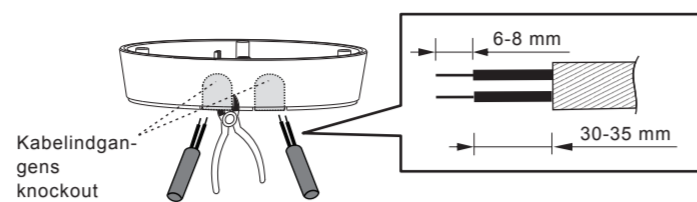

FIG. 14
4.4.3.2 Før spændingskablerne gennem siden på tilslutningsdåsen ved at bruge bidetangen til at bryde kabelindgangens knockouts på siden af tilslutningsdåsen og derefter føre kablerne ind i tilslutningsdåsen og gennem den. Afmonter 6-8 mm kabelkappe til ledningsføring (Se FIG. 14).